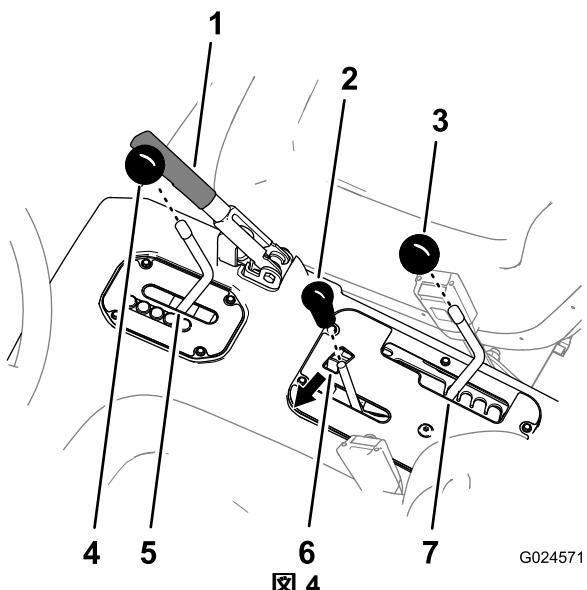

図 4
1. コンソールのレバーについているノブ、トランスマッショントレーパーのノブを全部外すノブはどれも左に回すと外れる図 4。